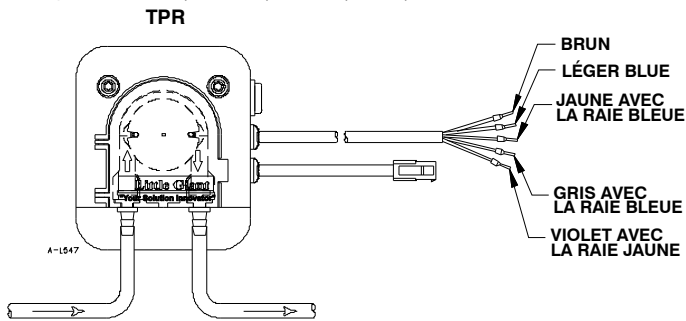

FIGURE 5
**C et NC** - Lorsque l'eau monte, le circuit s'ouvre pour arrêter le compresseur et éviter un débordement en connectant le fil gris à rayures bleues et le fil jaune à rayures bleues. (Voir la figure 5)
**C et NO** - Lorsque l'eau monte, le circuit se ferme pour activer une cloche ou une alarme (non fournie) en connectant le fil gris à rayures bleues et le fil violet à rayures jaunes. (Voir la figure 5)